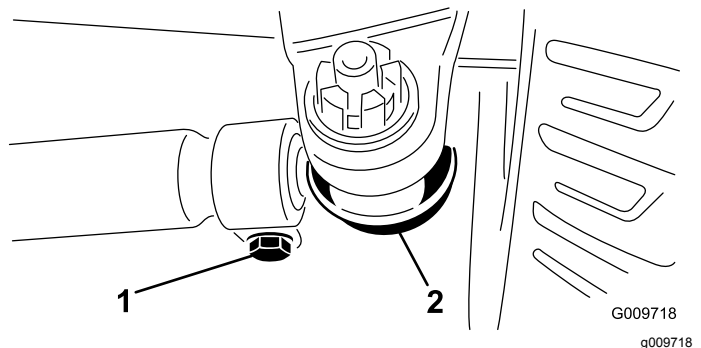

Figura 88
- Per regolare, toglie la coppiglia e il dado da uno dei giunti a sfera del tirante (Figura 88). Toglite il giunto a sfera del tirante dal supporto della scatola del ponte.
- Allentate i fermi su entrambe le estremità dei tiranti (Figura 88).